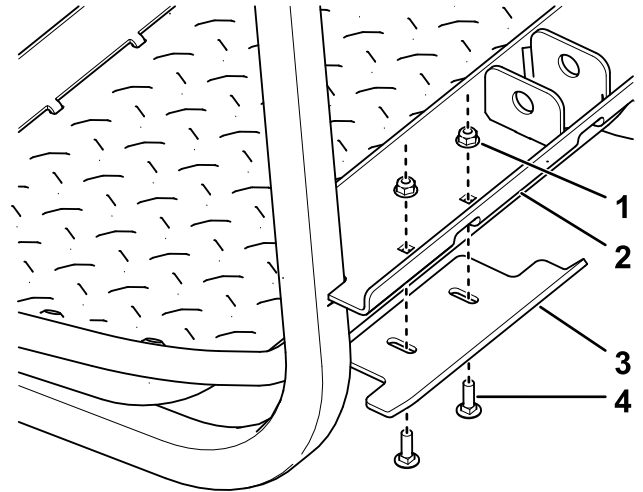

Figure 6
- Montez le support de levage sur le cadre arrière comme montré à la Figure 6.